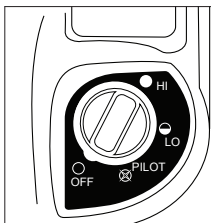

Figura 1: Botón de control
- Asegúrese de que la perilla de control de cuatro posiciones esté en la posición "OFF" (vea la Figura 1).